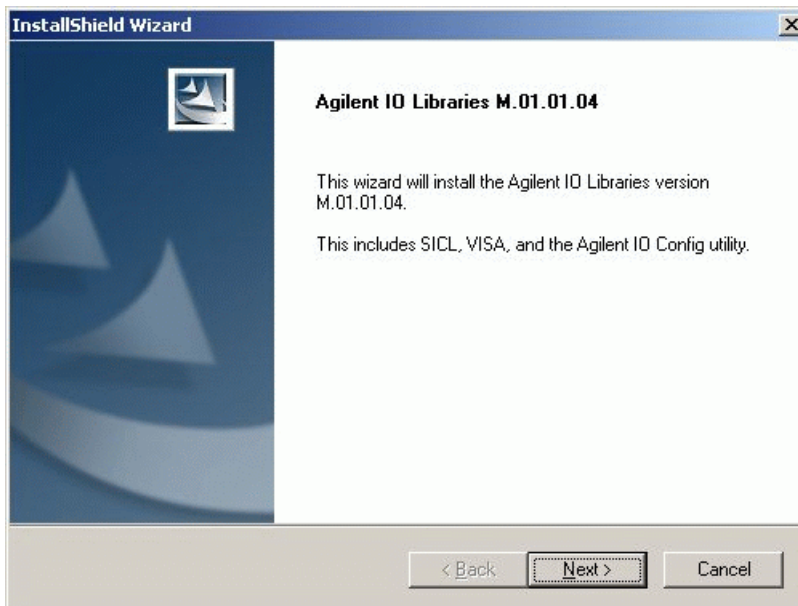

Abbildung 15 InstallShield Wizard
- 1 Suchen Sie im Windows-Explorer im Verzeichnis "\GPIB" auf der Agilent ChemStation-CD-ROM "CD 1- Installation" nach der Datei *m0101.exe* und starten Sie diese. Folgen Sie den Anweisungen im Installationsassistenten (siehe Abbildung 15 auf Seite 55). Dieser installiert die Standard Interface Control Library (SICL) auf Ihrem Computer, aktualisiert die Registrierung und legt eine neue Programmgruppe namens "Agilent I/O Libraries" an.